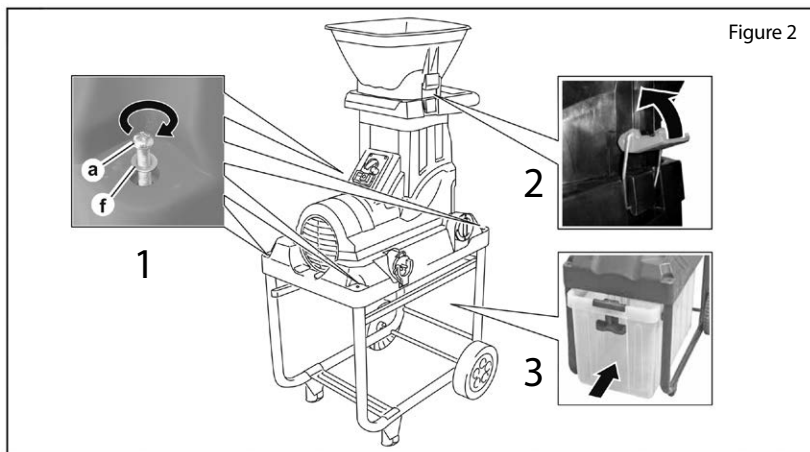
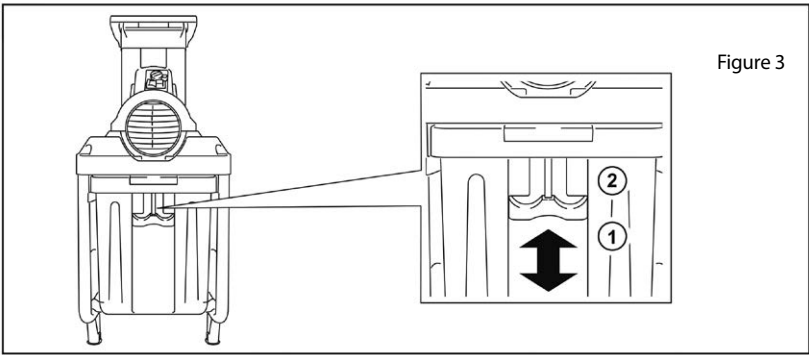

Figure 2
Figure 3
- Montez les roues et fixez-les (2-fig.2).
- Vissez le broyeur de végétaux sur le châssis (1-fig.2) et serrez les vis.
- Installez l'entonnoir de remplissage et fixez-le en rabattant les gre nouillères vers le haut (2-fig.2).
- Installez le bac de récupération (3-fig.2) et poussez le levier de verrouillage vers le haut (2-fig.3).
- Monte las ruedas y fijelas (2-fig.2).
- Atornille la trituradora de vegetales en el marco (1-fig.2) y apriete los tornillos.
- Instale el embudo de llenado y fijelo plegando las placas hacia arriba (2-fig.2).
- Instale la bandeja colectora (3-fig.2) y empuje la palanca de bloqueo hacia arriba (2-fig.3).
- Monte as rodas e fixe-as (2-fig.2).
- Aparafuse o triturador de relvas sobre o chassis (1-fig.2) e aperte os parafusos.
- Instale o funil de enchimento e fixe-o dobrando os fechos articulados para cima (2-fig.2).
- Instale o cesto de recolha (3-fig.2) e empurre a alavanca de bloqueio para cima (2-fig.3).
- Poussez le levier de verrouillage vers le bas (1-fig.3).
- Réinstallez le bac de récupération et poussez le levier de verrouillage vers le haut (2-fig.3).
Remarque : Le levier de verrouillage du bac de récupération agit sur un interrupteur de sécurité et doit se trouver en position de verrouillage du bac (2-fig.3) pour permettre la mise en marche du moteur. Le moteur est automatiquement mis à l'arrêt lorsque le levier est poussé vers le bas pour le retrait le bac. En cas de dysfonctionnement, le dispositif doit éventuellement être nettoyyé.
- Empuje la palanca de bloqueo hacia abajo (1-fig.3).
- Reinstale la bandeja colectora y empuje la palanca de bloqueo hacia arriba (2-fig.3).
Advertencia: La palanca de bloqueo de la bandeja colectora actúa en un interruptor de seguridad y debe encontrarse en posición de bloqueo del recipiente (2-fig.3) para permitir que se ponga en marcha del motor. El motor se paraliza automáticamente cuando la palanca está empujada hacia abajo para retirar el recipiente. En caso de disfunción, el dispositivo debe eventualmente limpiarse.